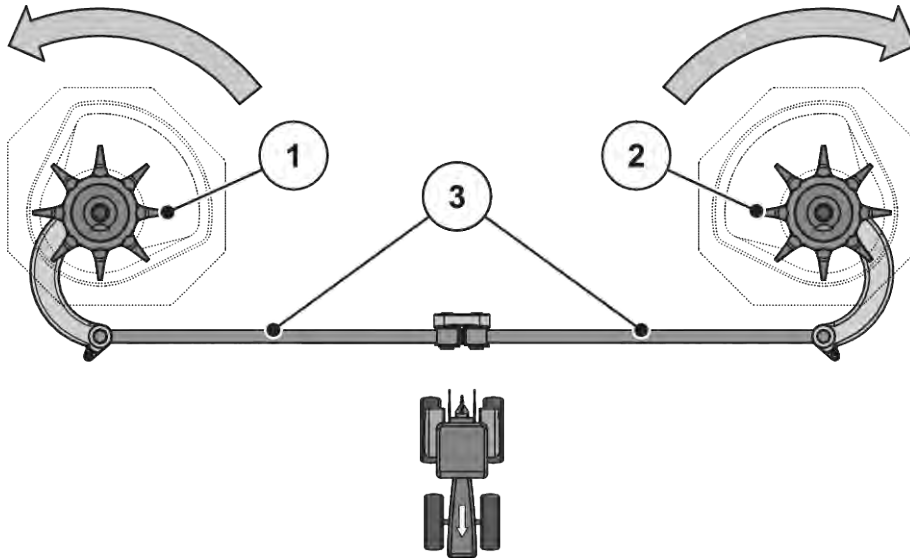

Рис. 60: Перевірка привода мішалки
► Прокрутіть змішувальну головку рукою **в напрямку руху розкидального диска**. Див.. Рис. 60 Перевірка привода мішалки.
► Із силою прокрутіть змішувальну головку рукою або за допомогою ремінного ключа для масляного фільтра **проти напрямку руху розкидального диска**. Див. Рис. 60 Перевірка привода мішалки